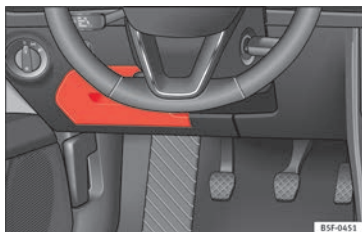

Fig. 101 En el tablero de instrumentos del lado del conductor: tapa de la caja de fusibles.
- **Abrir:** abata la cubierta hacia abajo » **fig. 101.**